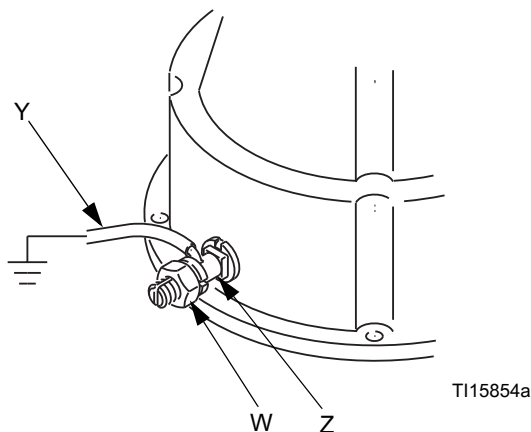

FIG. 1 Przewód ochronny
**Pompa:** zastosować przewód ochronny oraz zacisk. Patrz FIG. 1. Poluzować nakrętkę mocującą (W) ucha przewodu uziemienia (Z). Wsunąć jeden koniec przewodu (Y) w ucho uziemienia i mocno dokręcić nakrętkę blokującą. Podłączyć zacisk uziemiający do prawdziwego uziemienia. Nr katalogowy części 237569, przewód uziemienia z zaciskiem.